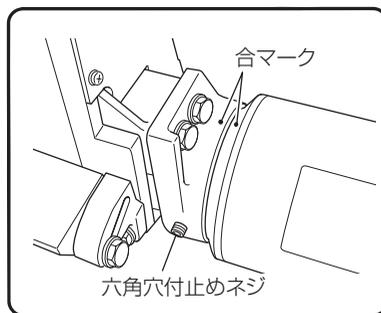

図 17
- (2) 垂直位置で図 17 のように合マークに合わせて六角穴付止めネジを確実に締付けてください。